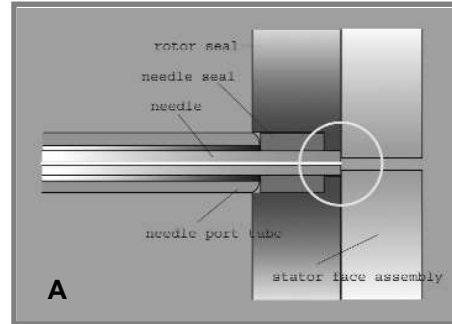

Figure 1A. A square-cut needle stops against the stator face assembly.
a) Place the nut (1) and ferrule (2) with threaded portion of the nut and tapered portion of the ferrule onto the tubing (3) (see Figure 1A).
a) Setzen Sie die Schraube (1) und den Schneidring (2) auf ein Ende der Kapillare (3), wobei das Gewindeteil der Schraube und der verjüngte Teil des Schneidrings gegen das Ende zeigen (siehe Abb. 1A).
b) Führen Sie die Kapillare in den Port ein (4). Achten Sie darauf, dass die Kapillare den Boden des Ports berührt, wie in Abb. 1A gezeigt.
a) Take one end of the loop and place the nut (1) and ferrule (2) onto the tubing (3) with the threaded portion of the nut and tapered portion of the ferrule toward the end (see Figure 1A).
b) Insert the tubing into port (4). Confirm that the tubing is bottomed in the valve port as shown in Figure 1a.